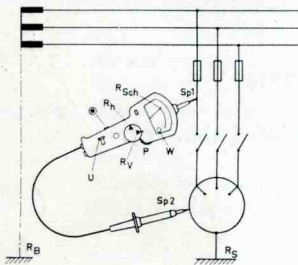

Abb. 2a: Messung des Netzschleifenwiderstandes.
3. Messung des Netzschleifenwiderstandes (Abb. 2a)